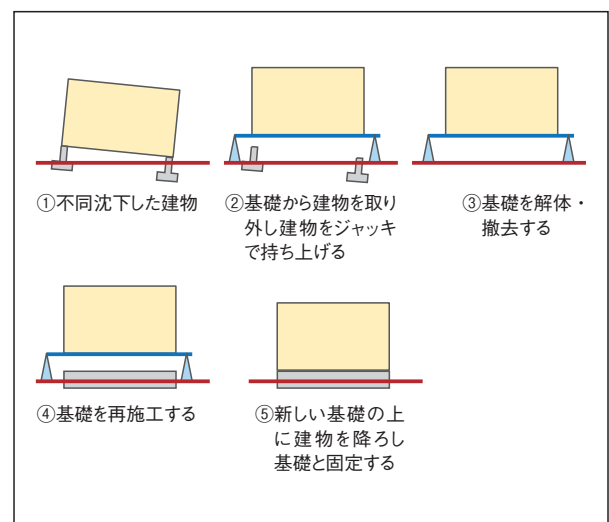
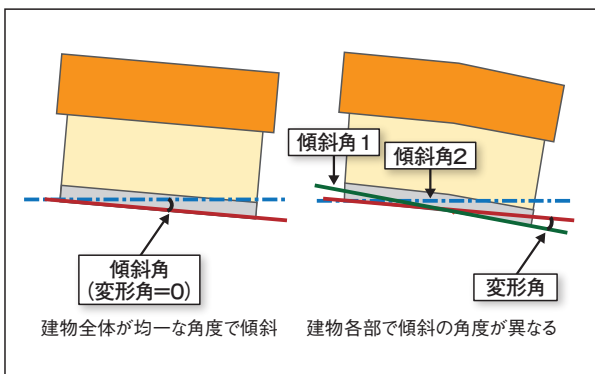

図2 ジャッキアップ工法による補修
図4 不同沈下の「傾斜角」と「変形角」
次に躯体下部の土台の下に鉄骨などを通し、ジャッキで躯体を持ち上げてから基礎を解体し、新しい基礎を作ります。最後に新しい基礎の上に躯体を下ろし、再び緊結します【図2】。
観察といっても、最初から柱・壁や床の傾斜を測ったりする必要はありません。この場合、建物の新築後の沈下の有無が主な問題になるので、本誌2012年10月号19ページの【図2】～【図4】\*8で示したような、新築後の「変状」の有無を確認することになります。
は特に重要です。建物全体の傾きを傾斜角、建物の途中で傾斜が変化している場合の両者の差を変形角と呼びますが【22ページ 図4】、住宅など小規模な建築物の場合、傾斜角については1000分の3以内に止めるべきものとされているのに対し、変形角については1000分の2.5に止めるべきものとされています\*11。これは建物の各部の傾斜に違いがあると、その境目の部分に異常な力が加わるうえ、建物全体に歪みが生じるので、亀裂や建付不良などの障害が発生する可能性が高くなるからです\*12。現に、過去の調査研究によれば、木造建築物の場合、変形角が約1000分の1を超える辺りから亀裂が発生し始め、約1000分の2を超え1000分の3に達するくらいになるとほとんどの場合に亀裂が発生することが明らかになっています\*13。
- \* 12 ただし、建物が均等に傾斜している場合でも、柱に横方向の力が発生するため、建物に歪みが生ずる可能性があることについては、ウェブ版『国民生活』2012年9月号18ページ【図2】を参照。